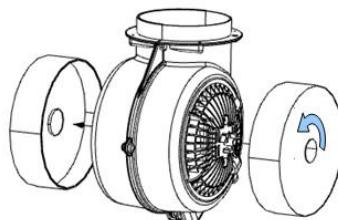

Fig. 7
Pour remplacer les filtres à charbon actif (Fig. 7)
- Enlevez les filtres à charbon, situés à l'intérieur de la hotte sur le corps du ventilateur, des deux côtés (Fig.7), en les tournant dans le sens opposé à celui des aiguilles d'une montre.